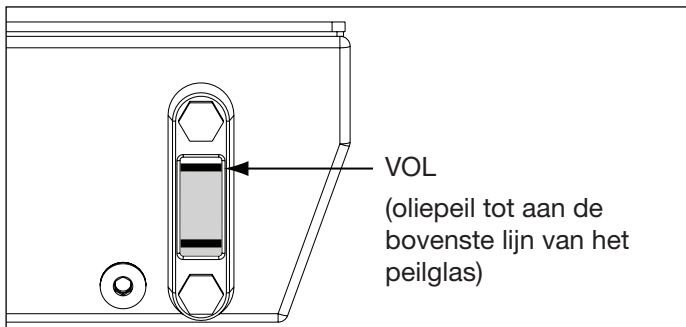

Figuur 1, Reservoir ontluchttingsdop en olieuldop
Zie Figuur 1. Voor de verzending is er een dop (A) in de ontluchttingspoort bovenop het reservoir geïnstalleerd. Voordat u de pomp gebruikt, vervang de transportdop (A) door de ontluchttingsdop (B) van het reservoir en de adapterfitting (C).
Controleer het oliepeil van de pomp vóór het opstarten. Het reservoir is vol wanneer het oliepeil tot aan de bovenste lijn van het kijkglas staat, zoals weergegeven in Figuur 2. Indien nodig, vul olie bij door de olieuldop (D) te verwijderen van de vulbuis, zoals weergegeven in Figuur 1. Gebruik Enerpac HF olie (ISO kwaliteit 32).